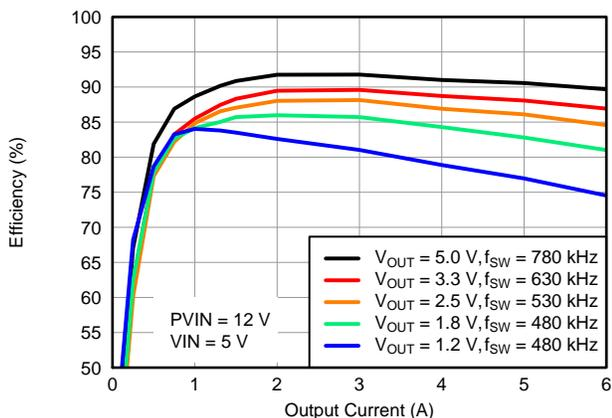
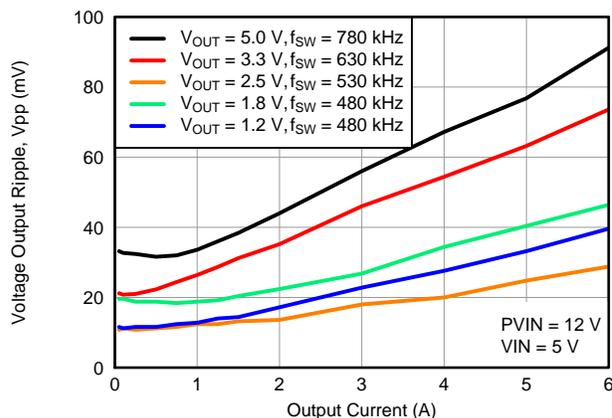
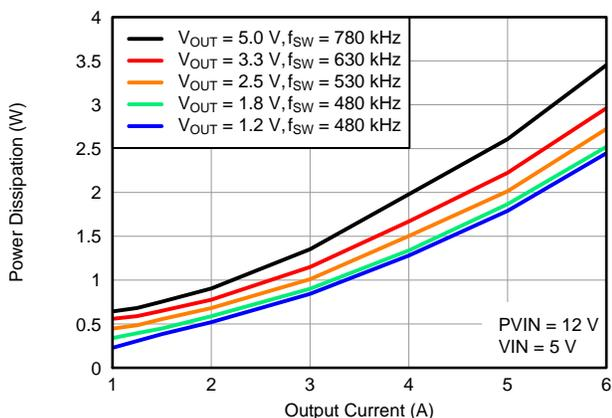

Figura 11. Eficiência vs Corrente de saída
Figura 12. Ondulação de tensão vs Corrente de saída
Figura 13. Dissipação de energia vs Corrente de saída
- (1) Os dados elétricos característicos foram desenvolvidos a partir de produtos testados a 25 °C. Esses dados são considerados típicos para o conversor. Aplica-se à Figura 11, Figura 12 e Figura 13.